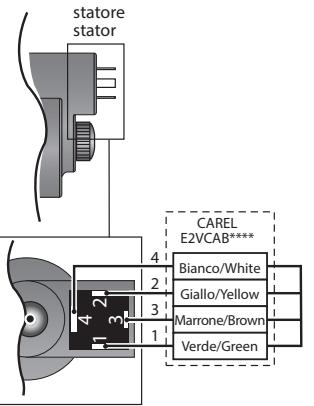

Fig. 3
7. collegare il connettore già cablato al motore passo passo nel relativo alloggiamento e serrare la vite con coppia di serraggio 0,5 Nm seguendo le indicazioni in Fig.3. Collegare a questo punto l'estremità quadrilaterale del cavo nei relativi morsetti del Driver CAREL EVD*** o relativo controllo omologato CAREL ed impostare i parametri secondo il set riportato nella tabella sottostante.
7. Connect the pre-wired connector to the socket on the stepper motor and tighten the screw, applying a force of around 0,5 Nm, following the instructions shown in Fig. 3. Then connect the four-pin end of the cable to the corresponding terminals on the CAREL EVD*** driver or other approved CAREL controller, and set the parameters according to the values shown in the table below.
8. Raccorder le connecteur déjà câblé au moteur pas à pas dans le logement correspondant et serrer la vis avec un couple de 0,5Nm en suivant les indications de la Fig. 3. Connecter ensuite l'extrémité quadrupolaire du câble aux bornes correspondantes du Driver CAREL *** ou du régulateur homologué CAREL et configurer les paramètres selon la valeur reprise au tableau ci-dessous.